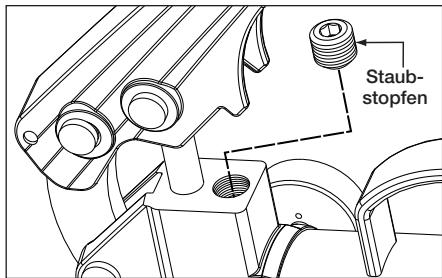

Abb. 12, Druckbegrenzungsventil (P-18 und P-39)
- Nur Modell P-84:** Bauen Sie ein 0 - 1.000 bar [0 - 15.000 psi] Manometer in Anschluss „A“ ein. Bauen Sie einen Rohrstopfen in den Pumpenananschluss „B“ ein. Bewegen Sie das Steuerventil in die Position (A).
- Bei den Modellen P-18 und P-39 befindet sich das Druckbegrenzungsventil oben am Pumpenkopf. Siehe Abb. 12.